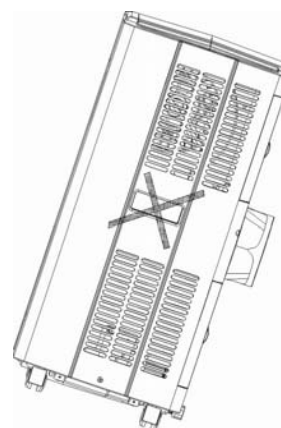

FIG. 1
- ONLY USE IN THE UPRIGHT POSITION ON A FLAT LEVEL SURFACE AND AT LEAST 50cm FROM ANY OBJECTS (Fig 1&4).